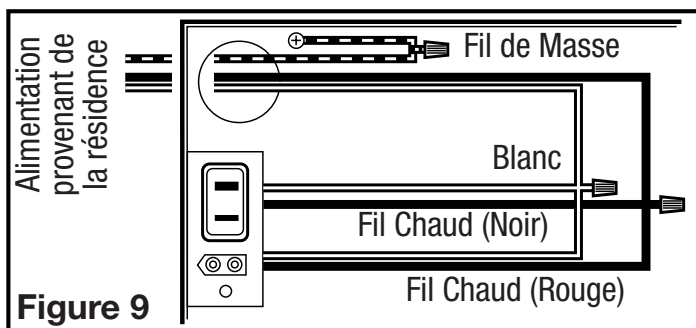

Figure 9
- 2a. Par là où vous avez accès à l'intérieur de la boîte de jonction du ventilateur, raccorder un fil blanc provenant de la maison aux deux fils blancs du réceptacle de la lumière et le fil blanc du réceptacle du ventilateur d'évacuation. Raccorder le fil noir provenant du commutateur mural aux deux fils rouge du réceptacle de la lumière et au fil noir du réceptacle du ventilateur d'évacuation. Raccorder le fil de mise à la terre de la maison au fil vert de la vis de mise à la terre du ventilateur (Figure 9). Utiliser des méthodes de raccordement approuvées pour toutes les connexions.